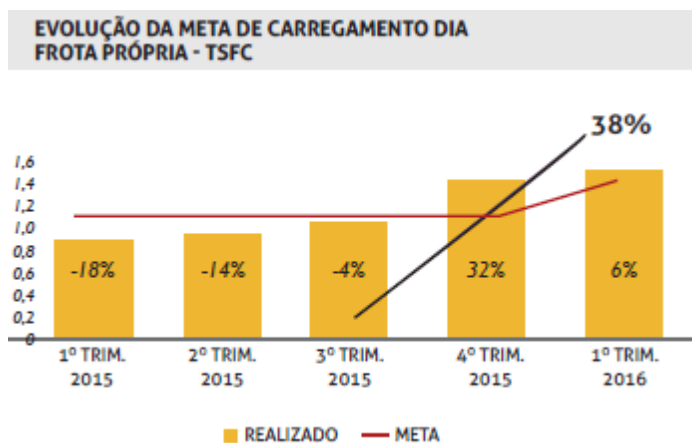

Figura 9: Obtenção da meta de carregamento/dia com a ação de logística Lean.
- Como resultado, a produtividade dos caminhões subiu de 0,8 para 1,54 viagem por dia, atacando o problema da terceirização das entregas, para atender à demanda (Figura 9).